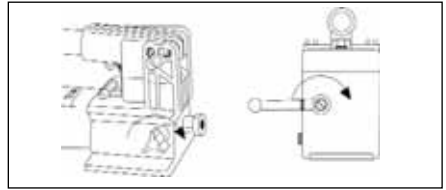

Figura 6
1. Chiudere la valvola di rilascio ruotando la manopola in senso orario, come mostrato nella figura 6.